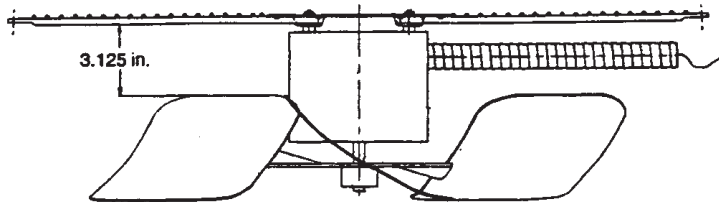

Fig. 21 - Ajuste del Abanico-Condensador
4. Ajuste la altura del abanico como se indica en la Fig. 21.